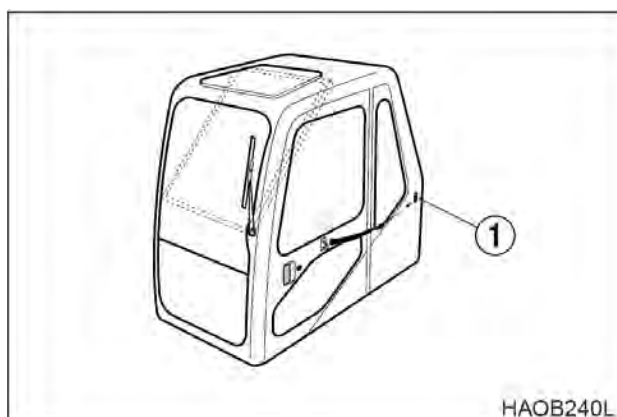

Рис. 101
- Дверная защелка (1, рис. 101) используется для крепления открытой двери к стенке кабины.